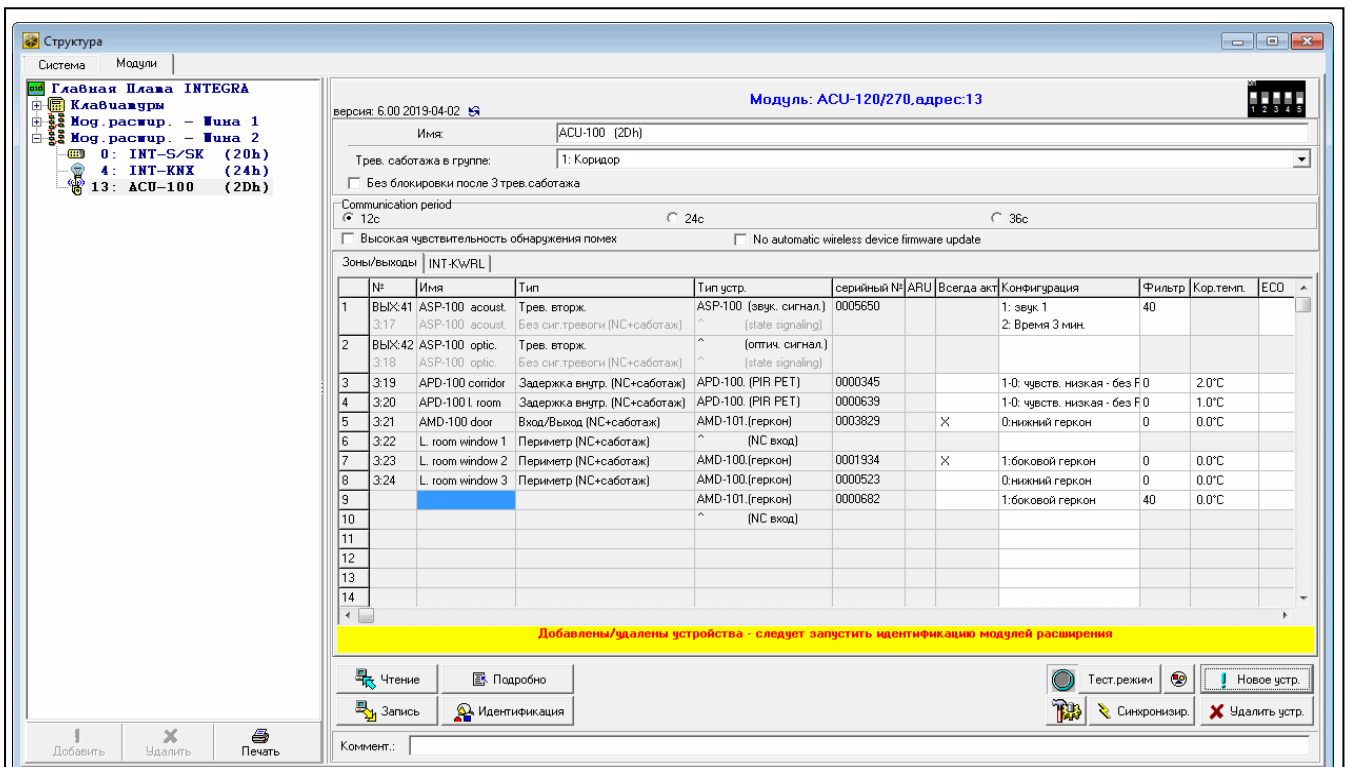

Рис. 19. Программа DLOADX: информация, отображаемая после регистрации нового устройства в контроллере, подключенном к прибору INTEGRA / INTEGRA Plus.
10. Нажмите кнопку "Идентификация" (см. рис. 19). Только по завершении процедуры идентификации модулей расширения, в системе охранной сигнализации будут доступны новые беспроводные зоны / выходы.